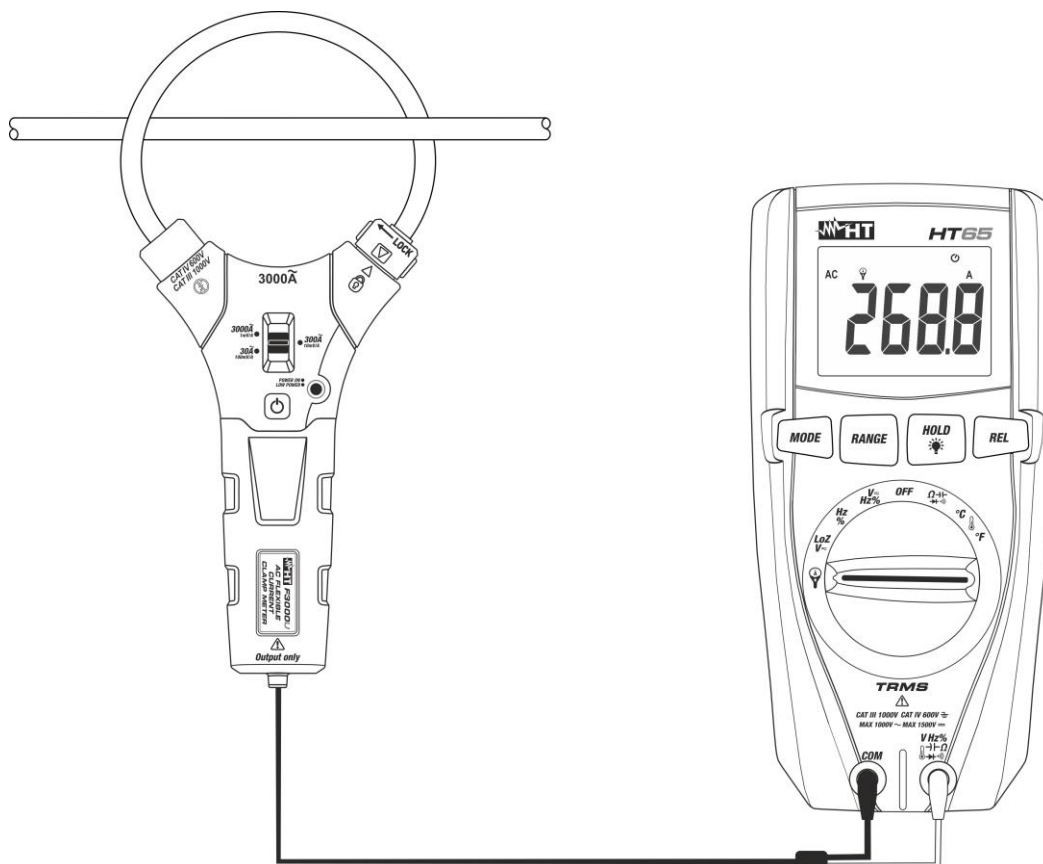

Fig. 11: Uso dello strumento per misura di corrente AC con trasduttore a pinza
4. Inserire il cavo all'interno del toroide (vedere Fig. 11). Il valore della corrente è visualizzato a display